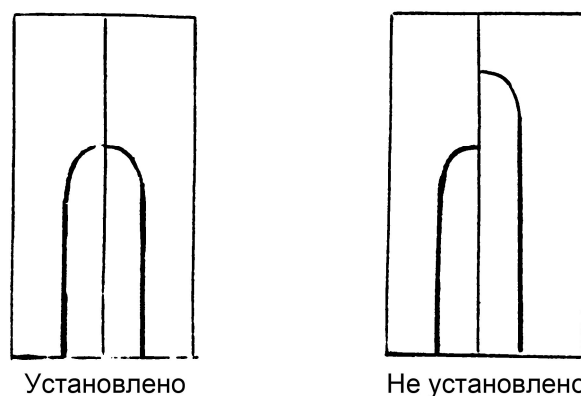
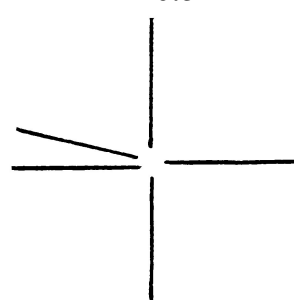

Рис.5
Рис.6
- наблюдая в окуляр 6, совместите изображения концов пузырька цилиндрического уровня винтом 9 (рис.5).
Сетка визирной трубы имеет перекрестие, левый горизонтальный штрих которого выполнен в виде углового бисектора (рис.6). При наводке визирной трубы выбранная точка объекта должна располагаться точно посередине углового бисектора на уровне горизонтального штриха. При точной наводке следите за тем, чтобы концы пузырька цилиндрического уровня образовали дугу (рис.5).